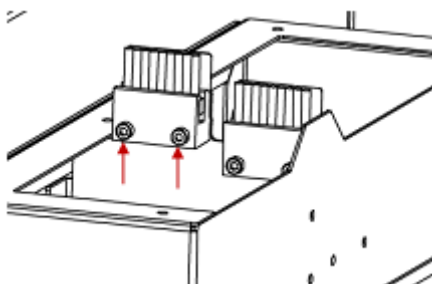

Рис. 104. Крепежные винты устройства очистки для рабочего конца T0
3. Отвинтить два винта, которыми крепится устройство очистки для рабочего конца T0 в левой части очистной станции (рис. 104). Отложить винты в сторону.